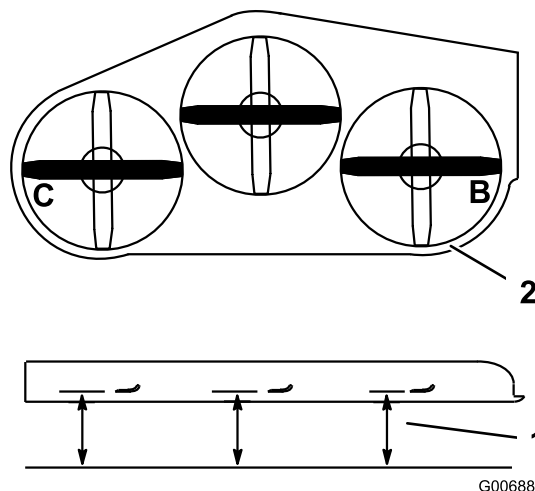

Figure 62
1. Tournez la lame droite dans le sens longitudinal (Figure 62).
2. Mesurez la distance au point **B** entre la surface plane et le tranchant de la pointe de la lame droite (Figure 62).
4. Tournez la lame gauche dans le sens longitudinal (Figure 62).
5. Mesurez la distance au point **C** entre la surface plane et le tranchant de la pointe de la lame gauche (Figure 62).